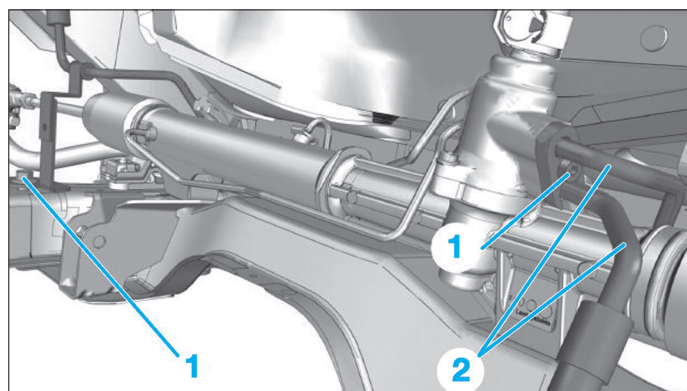

Fig. 20
- Déposer les vis de fixation (1) des canalisations de pression de direction assistée (Fig.20).
- Désaccoupler les canalisations (2) de la valve distributive.